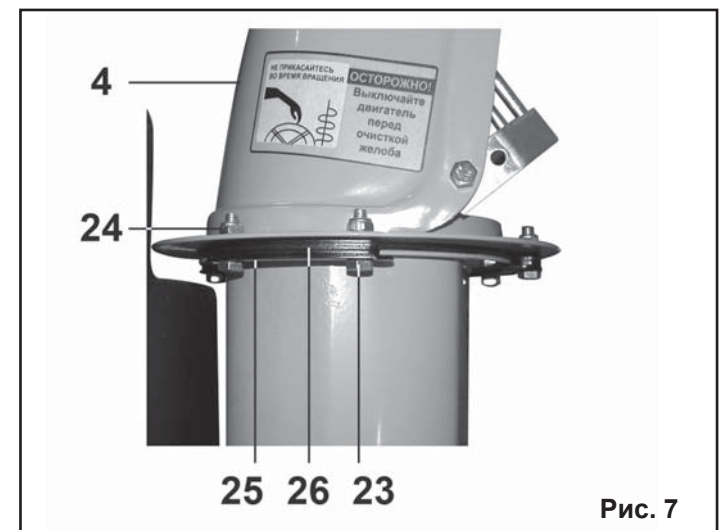

Рис. 7
6.4. Установка желоба (Рис.7).